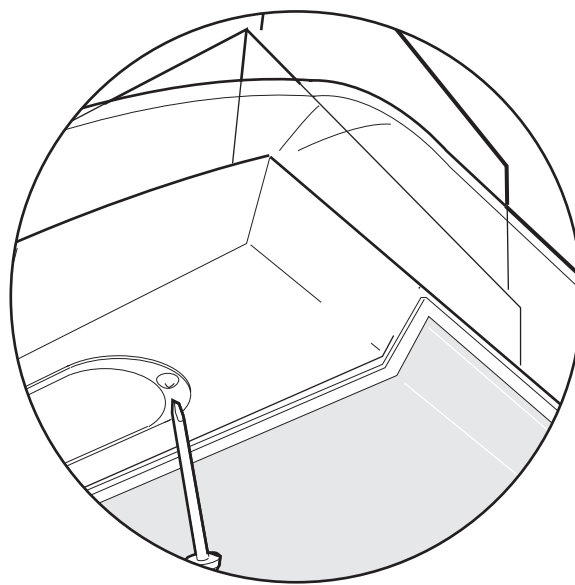

Рис.10
- С помощью отвертки отвинтите винт, удерживающий крышку лампы освещения (Рис. 10).